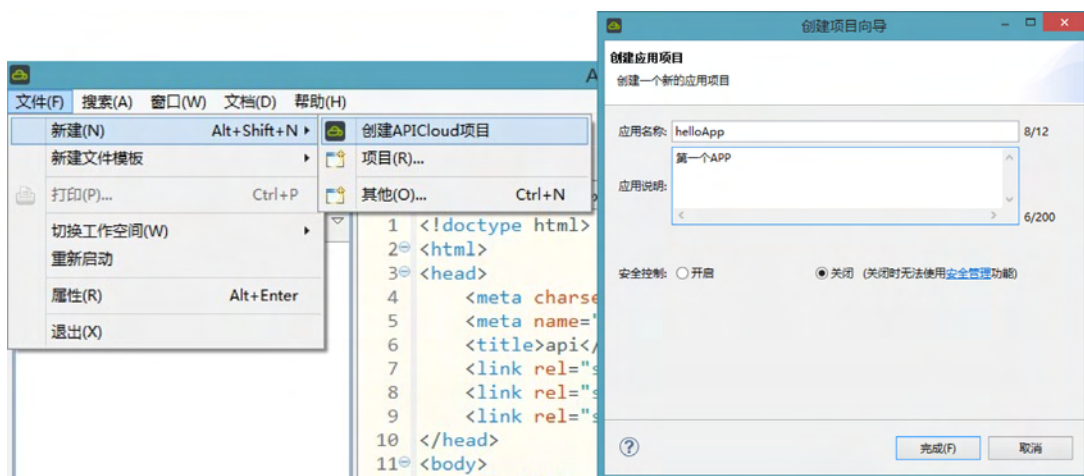

图4.7 项目的创建与命名
(3) 顶部菜单选择“文件”→“新建”→“创建 APICloud 项目”，填写“应用名称”“应用说明”，单击“完成”按钮，即完成创建，如图4.7 所示。